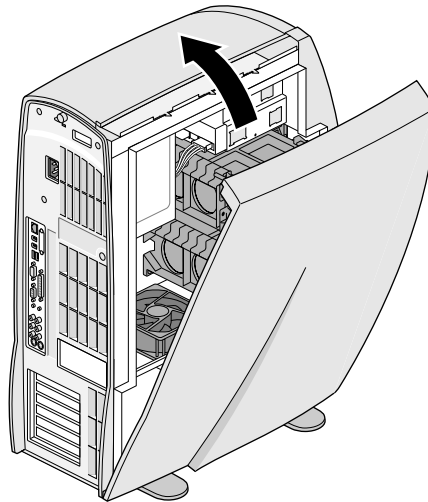

図 2-8 サイドカバーの取り付け方
1. 本体の下部の溝にサイドカバーの底をはめ込みます (図 2-8)。